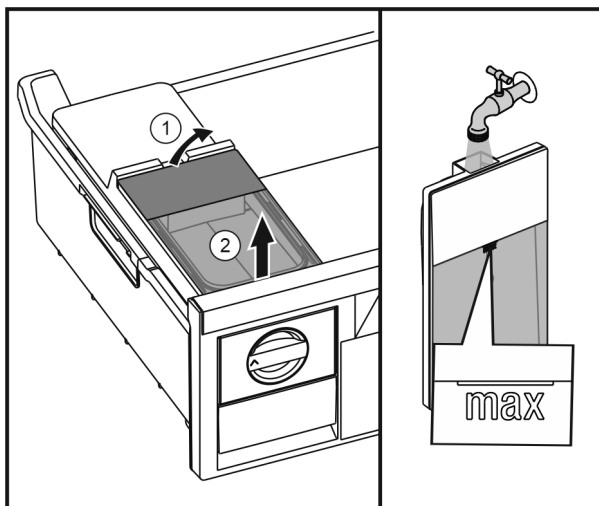

Fig. 28
- ▶ Tõstke veepaak tagant üles Fig. 28 (1) ja võtke ülespoole välja Fig. 28 (2).